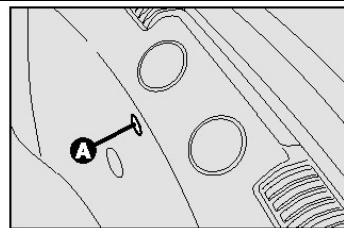
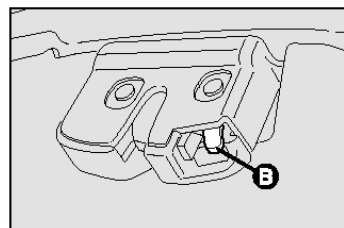

рис. 4
рис.5
- отвертку, имеющейся в комплекте инструментов, установите в гнездо **А** – **рис. 4**, внутри багажного отсека, (на задней стенке) а затем нажмите рычаг **В** – **рис.5**.